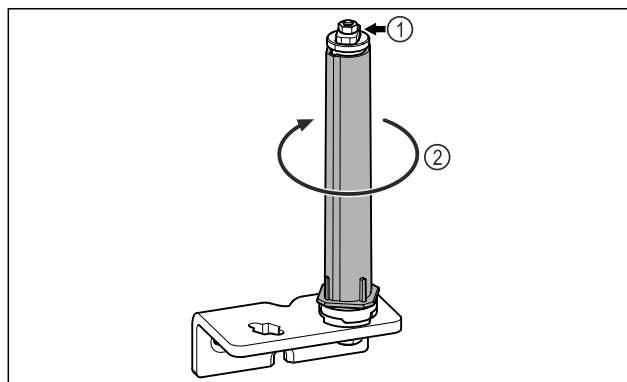

Fig. 18
- ▶ Mos e zbërtheni sistemin e mbylljes së derës Fig. 18 (1).
- ▶ Rrotulloni sistemin e mbylljes Fig. 18 (2) derisa të kërcasë.